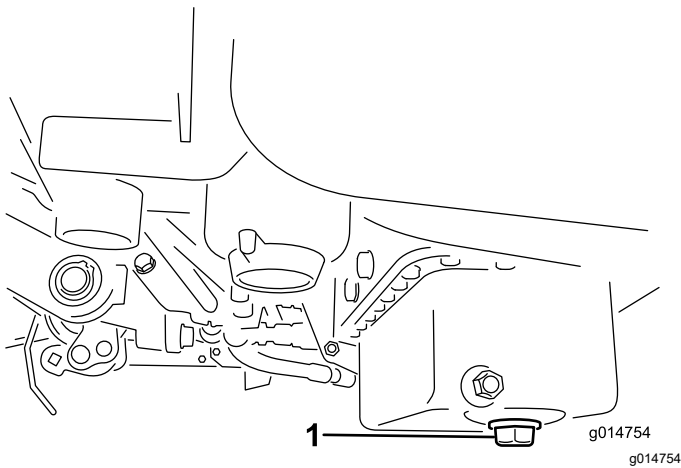

Bild 29
1. Entfernen Sie die Ablassschraube und lassen das Öl in eine Auffangwanne ab. Schrauben Sie die Ablassschraube wieder ein, nachdem das Öl abgelassen ist (**Bild 29**).